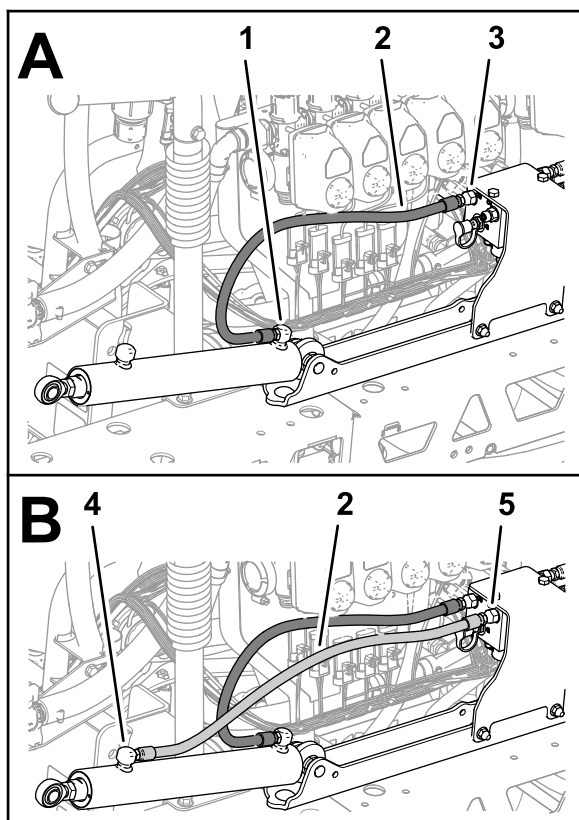
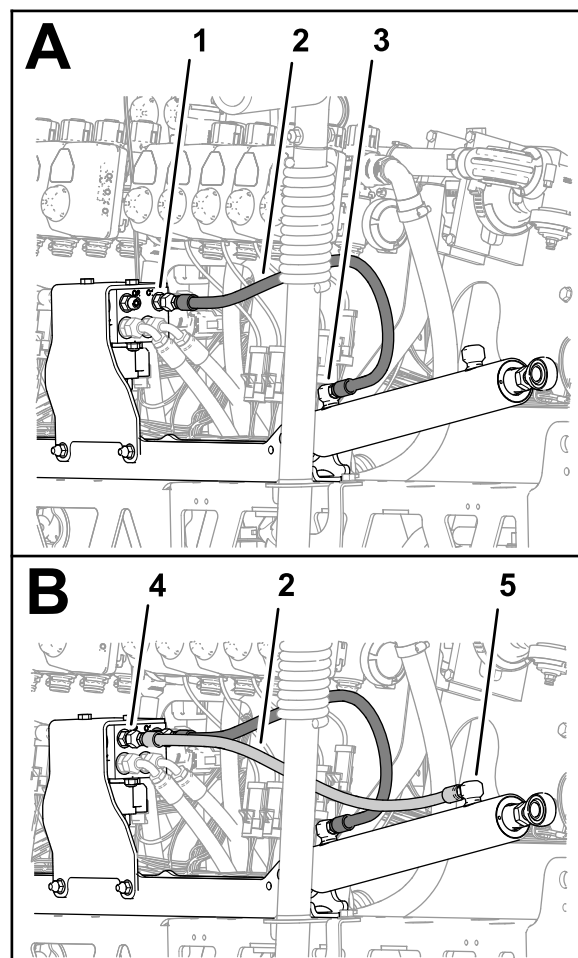

Рисунок 120
Рисунок 121
- Установите, не затягивая, новый гидравлический шланг ($\frac{1}{4} \times 24\frac{3}{4}$ дюйма) между отверстием выдвижения подъемного цилиндра левой секции стрелы и отверстием С3 коллектора подъема стрелы (Рисунок 120).
- Установите, не затягивая, новый гидравлический шланг ($\frac{1}{4} \times 24\frac{3}{4}$ дюйма) между отверстием втягивания подъемного цилиндра левой секции стрелы и отверстием С4 коллектора подъема стрелы (Рисунок 120).
- Установите, не затягивая, новый гидравлический шланг ($\frac{1}{4} \times 24\frac{3}{4}$ дюйма) между отверстием выдвижения подъемного цилиндра правой секции стрелы и отверстием С1 коллектора подъема стрелы (Рисунок 121).
- Установите, не затягивая, новый гидравлический шланг ($\frac{1}{4} \times 24\frac{3}{4}$ дюйма) между отверстием втягивания подъемного цилиндра правой секции стрелы и отверстием С2 коллектора подъема стрелы (Рисунок 121).
- Затяните штуцеры шлангов в отверстиях выдвижения и втягивания подъемных цилиндров (Рисунок 120 и Рисунок 121) с моментом от 21 до 26 Н·м.
6. Затяните накидные гайки шлангов, подсоединенных к коллектору подъема стрелы (Рисунок 120 и Рисунок 121), с моментом от 24 до 30 Н·м.